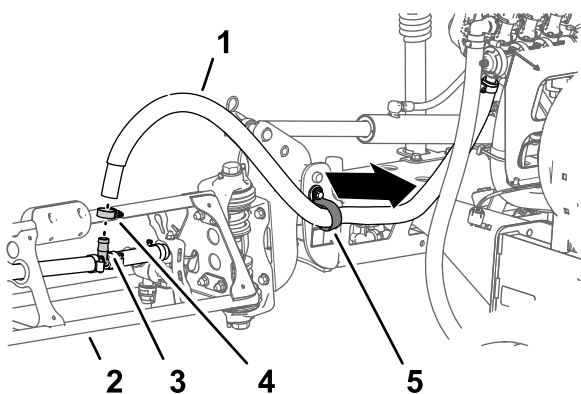

Figure 35
2. Débranchez le flexible du raccord en T (Figure 35).
3. Sortez l'extrémité libre du flexible du collier en R (Figure 35).
1. Sur la section de pulvérisation extérieure, retirez le collier qui fixe le flexible de section au raccord en T cannelé (Figure 35).